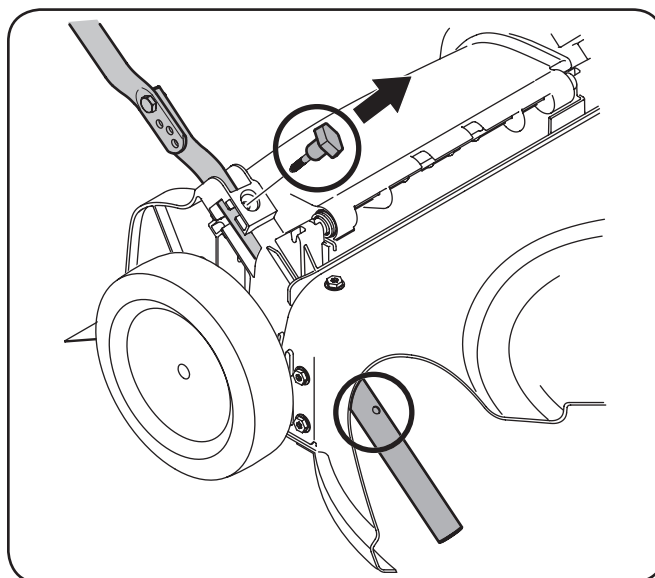
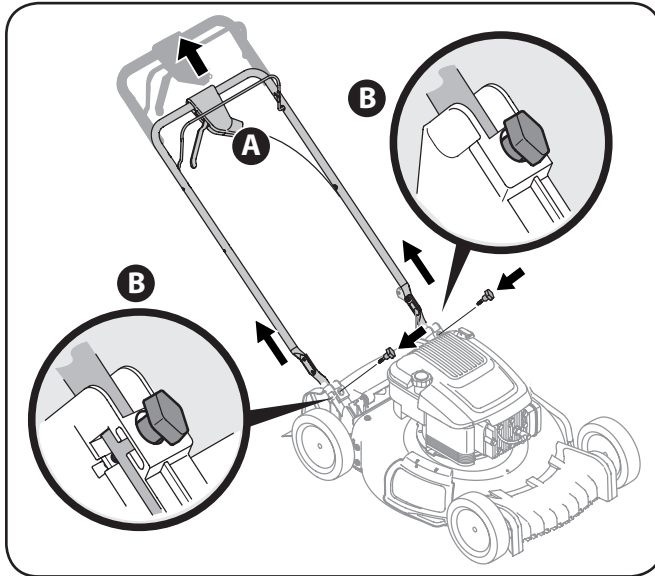

Figura 3-3
Figura 3-4
2. Retire la T-pernos de la manija entre corchetes como se muestra en Figura 3-3.
- a. Tire hacia arriba aproximadamente 8 pulgadas en el asa hasta agujeros en la manija (que se muestra en Figura 3-3 corte de la cubierta) se alinean con los agujeros en el mango soporte. Vea Figura 3-4.
- b. Inserte el T-pernos quitó anteriormente a través del mango corchetes y asa inferior y apriete bien para asegurar el mango en su lugar. Vea Figura 3-4.